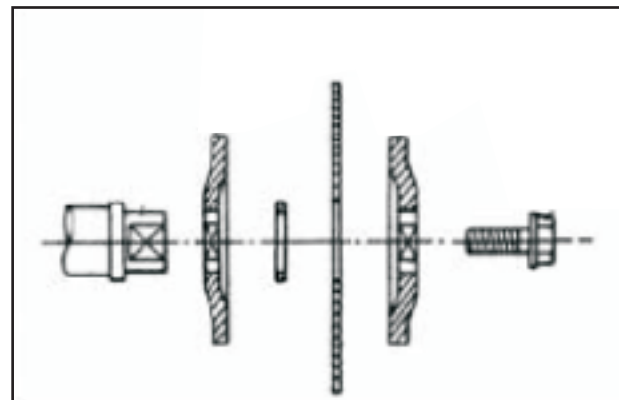

Рис. 6
7.10 Смена пильного диска (рис. 6).